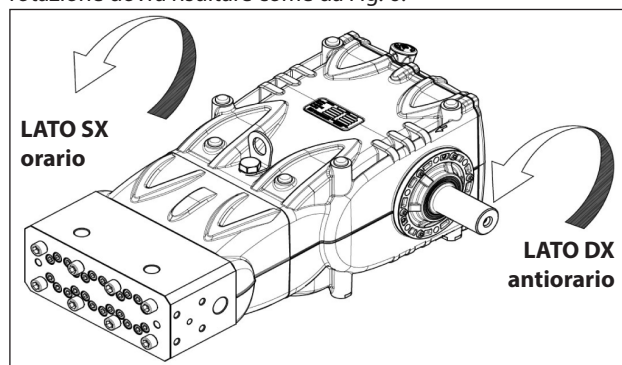

Fig. 6
Il senso di rotazione è indicato da una freccia posizionata sul carter in prossimità dell'albero di presa di moto. Posizionandosi di fronte alla testata pompa il senso di rotazione dovrà risultare come da Fig. 6.
N.B. La versione riportata in Fig. 6 è Dx.